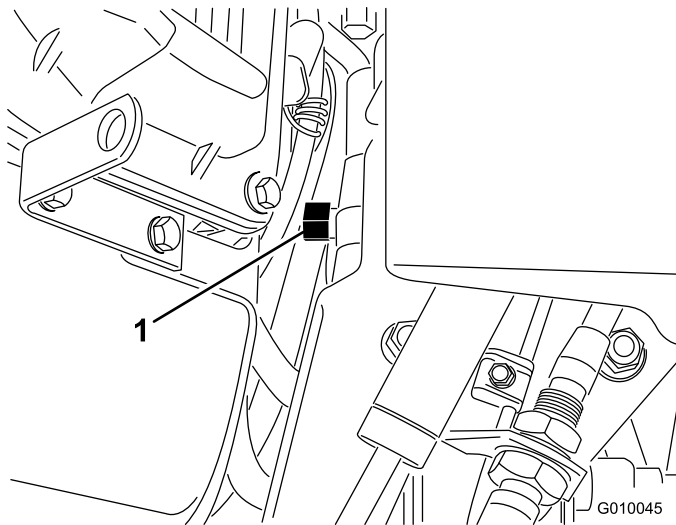

Figura 30
2. Localize a válvula de derivação entre o motor e a bomba hidrostática (Figura 30).
3. Utilizando uma chave de 5/8 pol., rode a válvula de derivação no sentido contrário ao dos ponteiros do relógio 1 volta. O mesmo permite que o fluido hidráulico passe pela bomba, possibilitando a rotação das rodas (Figura 30).
5. Para voltar a colocar o arejador a funcionar, rode a válvula de derivação no sentido dos ponteiros do relógio 1 volta (Figura 30).